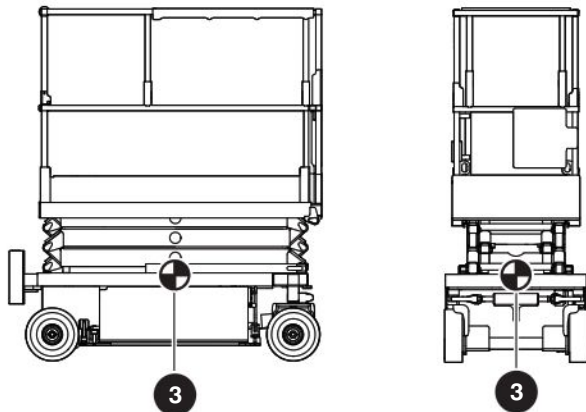

Figura 14 Centro de gravidade
Horizontalmente, o **centro de gravidade** ③ está localizado aproximadamente no meio da MEWP, da frente para trás e de lateral a lateral. Consulte a Figura 14. Verticalmente, o centro de gravidade está localizado aproximadamente a uma pequena distância acima do chassi.